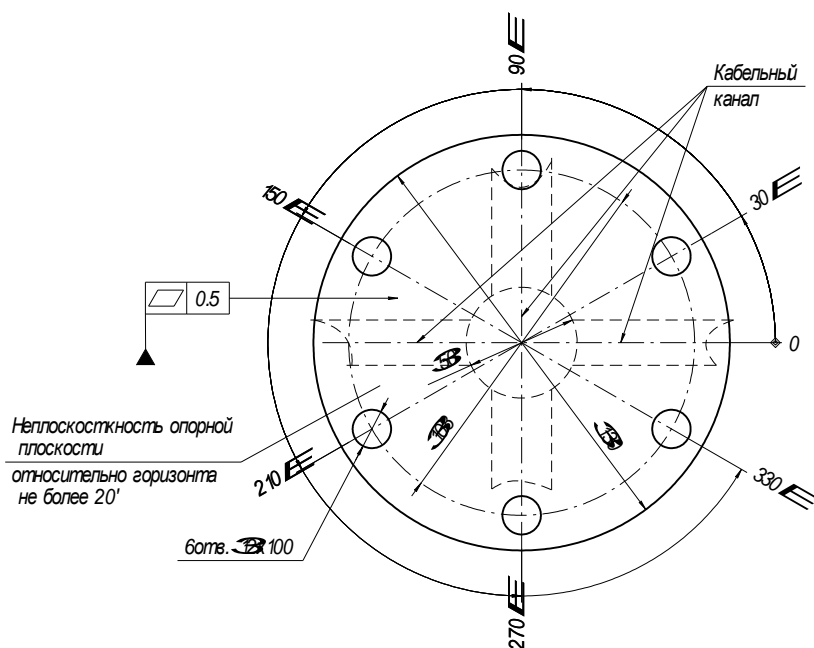

Рис. 3.
2) Подготовить в полу шесть отверстий под крепежные элементы, а также канал для прокладки кабелей в соответствии с рис. 3;